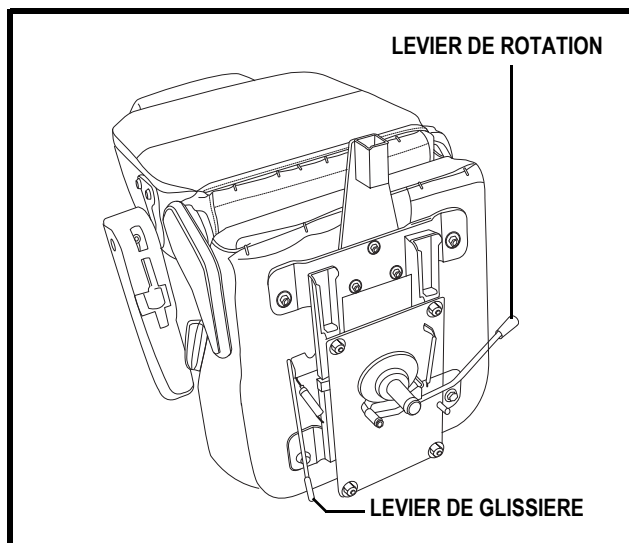

Figure 16A. Réglages du siège
1. Poussez le levier vers l'avant pour débloquer le siège. Voir la figure 16A.
Votre scooter est équipé d'une glissière à siège de type automobile. Vous pouvez déplacer le siège vers l'avant ou vers l'arrière. Voir la figure 16A.